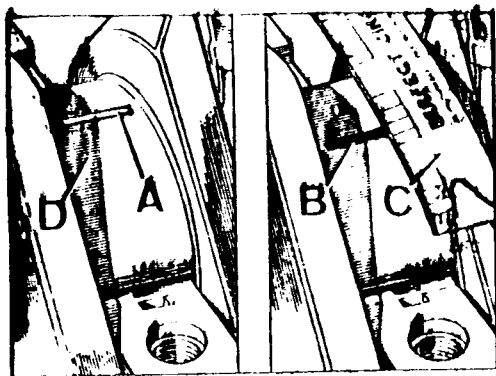

Fig. A3-93 Comprobación del juego entre los cojinetes y las muñequillas
- 7.1. Colocar un trozo de plastigage, A (Fig. A3-93) en la muñequilla que se vá a comprobar, este trozo debe ser de largo igual que el ancho de la muñequilla. Montar la tapa y dar a las tuercas su par de apriete correcto, desmontar -- nuevamente la tapa y medir el ancho del plastigage, B, con la escala, C, -- que dispone la funda del citado plastigage. Esta medida deberá estar comprendida entre 0,019 y 0,069.